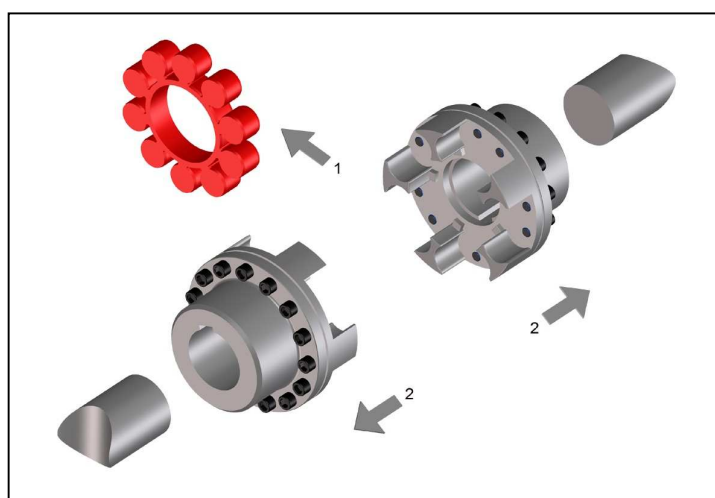

Bild 3
- Nehmen Sie den elastischen Zwischenring heraus (Bild 3, Pos. 1).
- Ziehen Sie die Flanschnaben mit den Klauenringen in der vorgesehenen Position auf die Wellenenden auf (Bild 3, Pos.2).